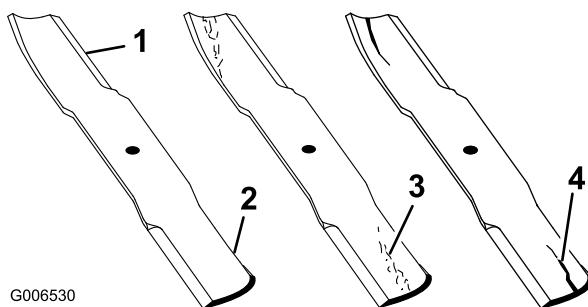

Figura 31
2. Examine cuidadosamente as extremidades da lâmina, prestando especial atenção à zona onde se encontram as partes curvas e planas da lâmina (Figura 31). Verifique o estado da lâmina antes da operação de corte, pois a areia e outros materiais abrasivos podem ter desgastado o metal que liga as partes curva e plana da lâmina. Se notar algum desgaste (Figura 31), substitua a lâmina; consulte Retirar a lâmina de corte.
Se a lâmina continuar a sofrer este tipo de desgaste irá formar-se uma ranhura entre a parte curva e a parte plana da lâmina (Figura 31). Eventualmente, pode soltar-se algum pedaço da lâmina e projectar-se, ferindo-o a si ou a qualquer pessoa próxima.